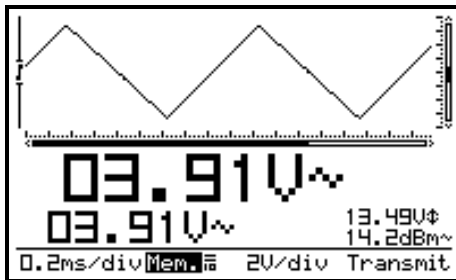

Fig 46
"Transmit" (1) s'affiche brièvement pendant la transmission du fichier. **(Fig.46)**